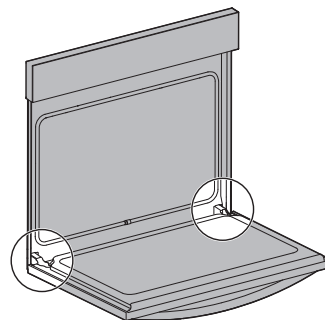

Figure 12: Emplacement de la charnière de la porte
1. Ouvrez complètement la porte du four, parallèlement au sol (Figure 12).
3. Ouvrez complètement la porte du four (parallèlement au sol (Figure 12).
4. Poussez les verrous des charnières de droite et de gauche vers le haut et dans le cadre du four jusqu'à ce qu'ils soient en position verrouillée (Figure 12).